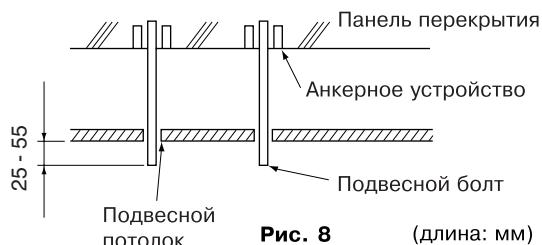

Рис. 8 (длина: мм)
- Заранее откорректируйте расстояние от блока до потолочного перекрытия. (**См. рис. 8**)